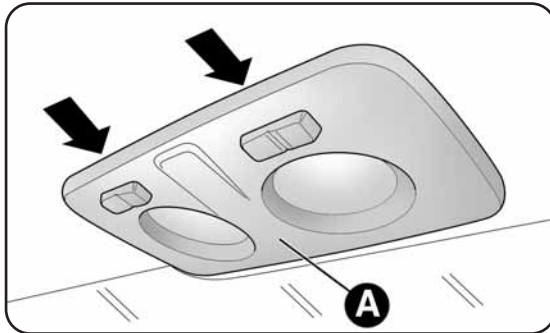
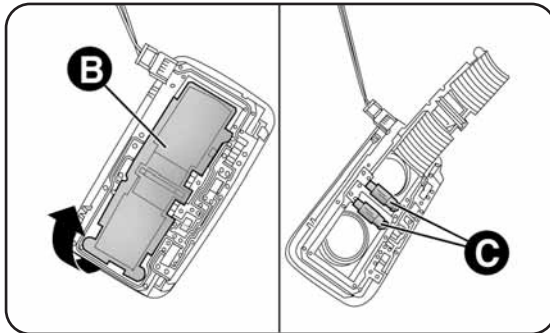

fig. 26
fig. 27
- agir sur les points indiqués par les flèches et ôter le plafonnier A-fig. 26 ;
- ouvrir la trappe de protection B-fig. 27 ;
- refermer la trappe B-fig. 27 et fixer le plafonnier A-fig. 26 dans son logement, puis vérifier qu'il soit bien bloqué.
ATTENTION Sur certaines versions, le plafonnier de la fig. 26 est monté en position arrière (en présence d'un toit ouvrant électrique). Pour le remplacement des lampes du plafonnier, reportez-vous à la procédure décrite au paragraphe « Plafonnier avant » de ce chapitre.